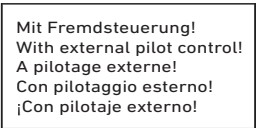

Abb. 2: Hinweisschild bei fremdgesteuerten Ventilsystemen
- Bei Endplatten für Fremdsteuerung: Über Anschluss X wird den Ventilen die Fremdsteuerluft zugeführt. Zwingend bei einem Betriebsdruck < 2,5 bar oder bei Vakuumbetrieb. Fremdgesteuerte Ventilträger sind mit einem Hinweisschild auf der Endplatte links gekennzeichnet, siehe Abbildung 2.